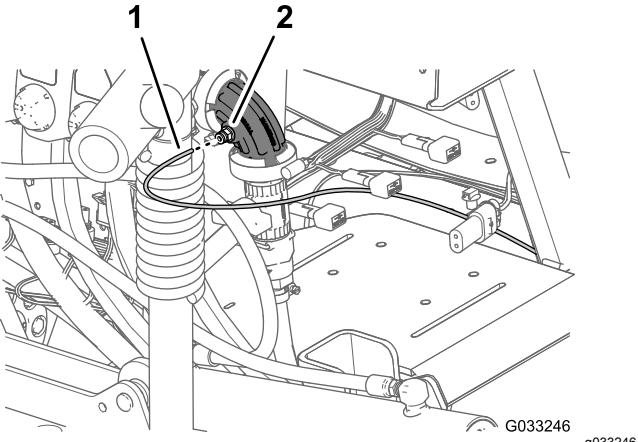
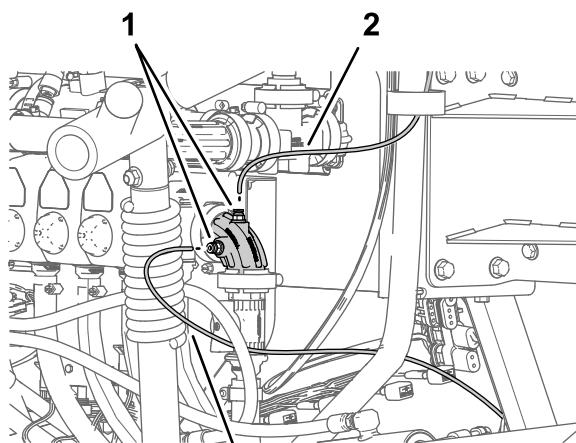

図 121
図 122
1. ダッシュボードの水圧計用の水圧検知チューブ樹脂チューブの口を、チューブカップラのロッキングカラーに合わせる図 121と図 122。
2. 検知チューブをロッキングカラーに挿入して一番奥まで押し込む図 121と図 122。